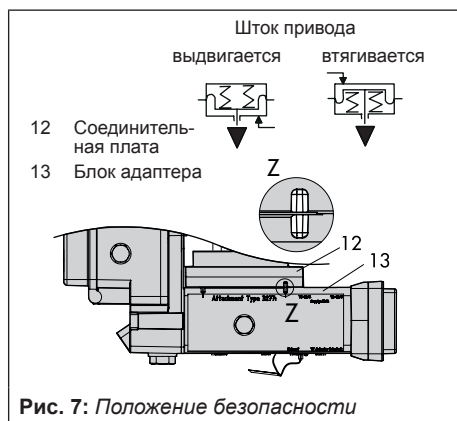

Рис. 7: Положение безопасности
7. Проденьте болты (13.1) через центральные отверстия блока адаптера (13).
8. Установите соединительную плату (12) вместе с уплотнением (12.1) на болты (13.1) в соответствии с положением безопасности "шток привода выдвигается" или "шток привода втягивается". Активным является положение безопасности, при котором паз блока адаптера (13) совпадает с пазом соединительной платы (12) (рис. 7).